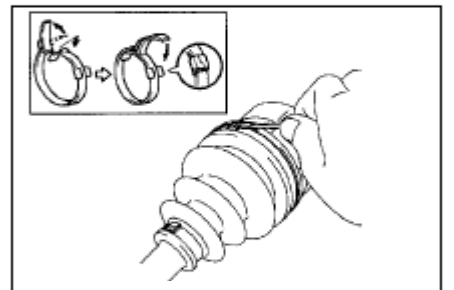

Рис. 143
- 35. Установите большой зажим внутреннего ШРУСа, воспользовавшись отверткой, как показано на рисунке. (рис. 143)**